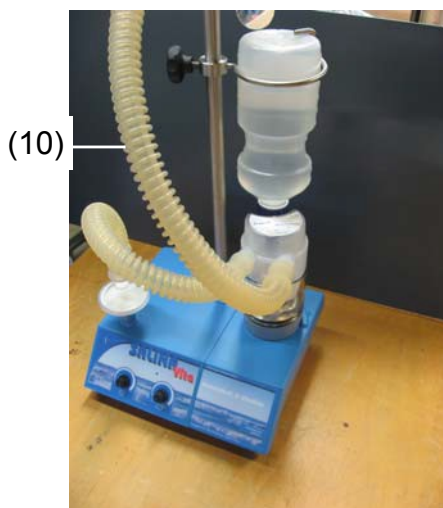

Figura 18
12. Prin tubul de vapori de 1000 mm (10) se conectează camera de vapori cu manșonul (26) care trece prin perete în așa fel încât să fie sigur că în tubul de vapori nu se produce dop de apă (sifon). (figura 18–20).